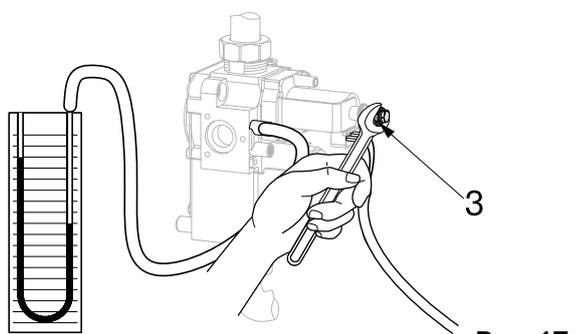

Рис. 17
- с помощью плоского ключа на 8 поворачивайте гайку **3** (рис. 17), удерживая винт **4**, и доведите значение давления до величины, указанной в таблице «**!**»